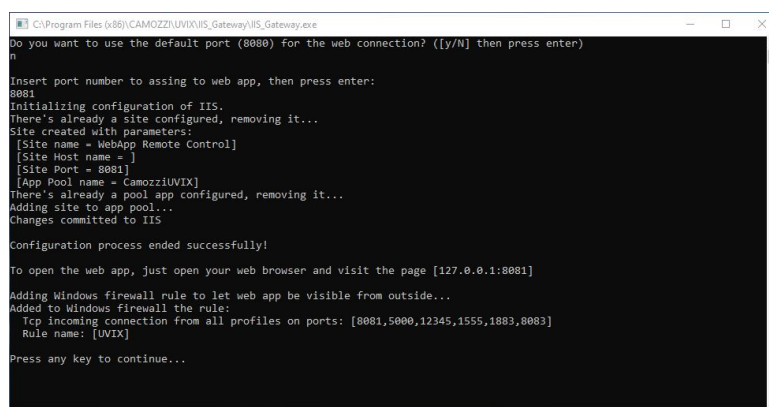

Figura 4.21: Fine impostazione porta WebApp
11. Attendere il termine della configurazione e premere un tasto qualsiasi, figura 4.21.